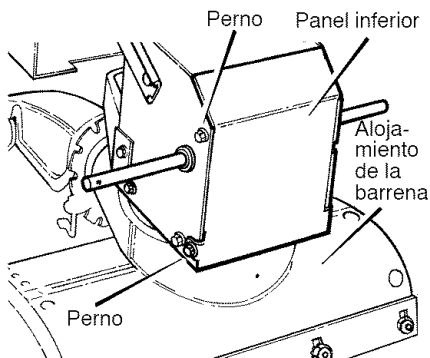

Figura 81
3. Afloje los **pernos** a cada lado del **panel inferior** (Figura 81).